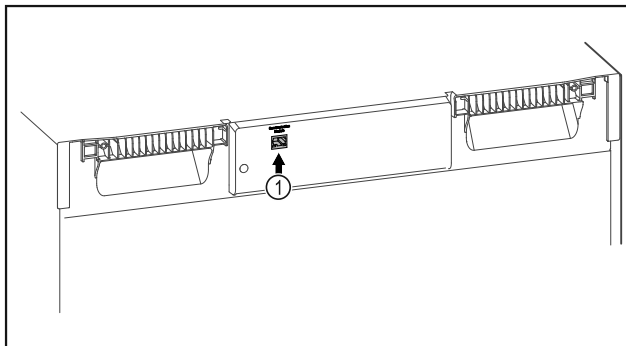

Fig. 101
- A SmartModule Fig. 101 (1) be van helyezve.